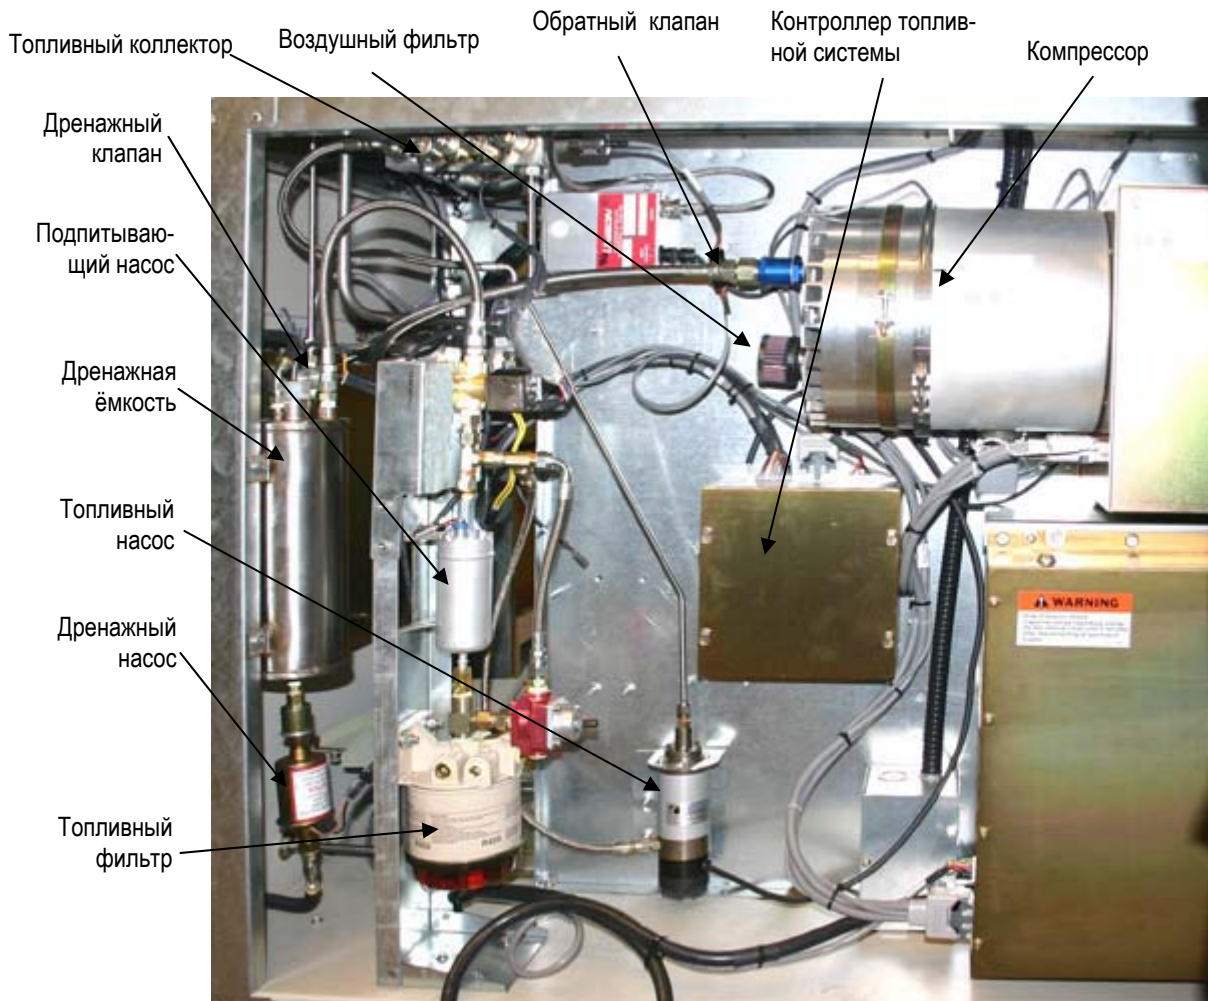

Рисунок 34 Топливная обвязка для жидкого топлива
4.3.3 Состав топливной обвязки для жидкого топлива (рис.34):